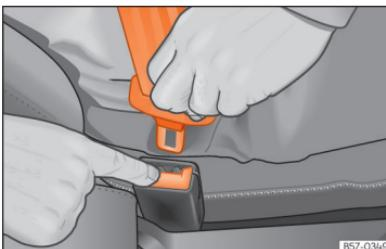

Fig. 24 Soltar a lingueta do fecho do cinto.
- Pressione o botão vermelho do fecho **» Fig. 24.** A lingueta saltará do fecho.